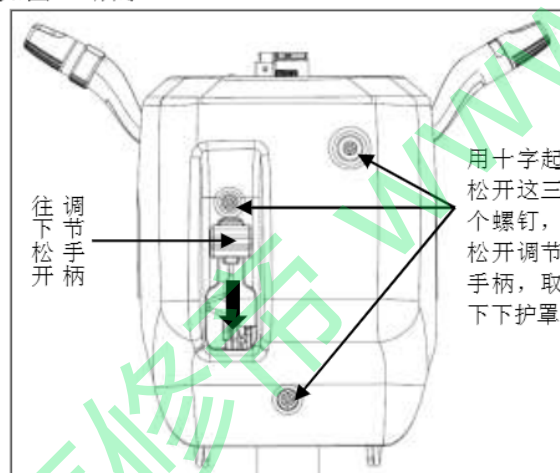

图 25
①上下组合开关护罩由六对塑料卡扣配合，由下往上将上护罩拉开并取下。
②用十字起松开下护罩的三个安装螺钉，并往下松开转向管柱角度调节手柄，取下下护罩。如图 25 所示。